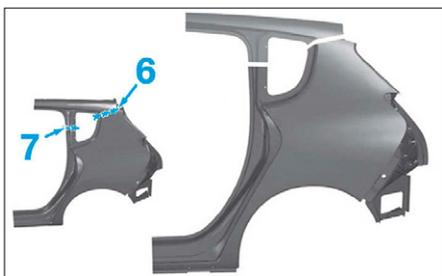

FIG. 166
- Tracer en (6) et (7) puis découper à l'aide d'un couteau électrique (Fig.166).